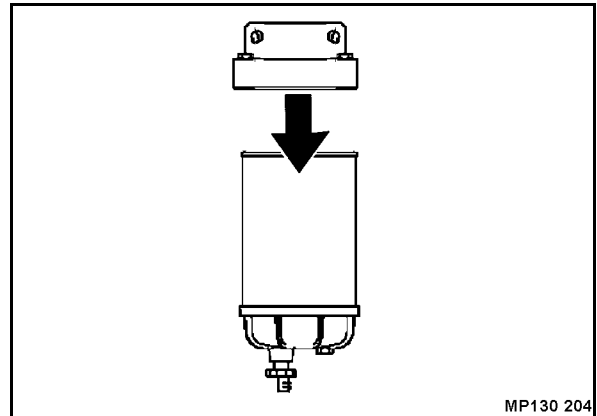

Fig. 155
- Svitare la cartuccia del prefiltra carburante (Fig. 155) con una chiave a nastro adeguata.